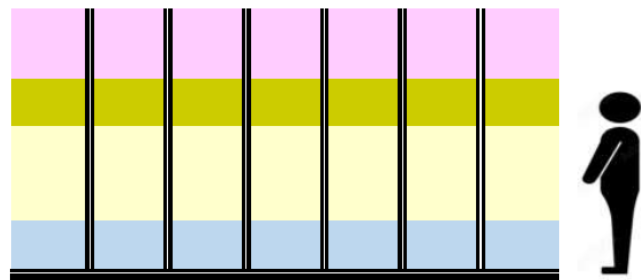

Fig.1.2 Alzado estantería.
12.- PARTE 3. Fig. 1.2. Si analizamos la asignación de categorías a los distintos niveles de la estantería podemos determinar que: